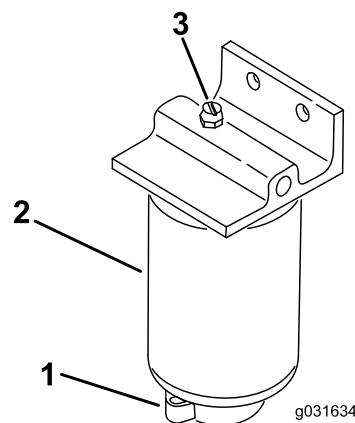

Figura 50
2. Allentate la valvola di spurgo situata nella parte inferiore del filtro (Figura 50).
1. Pulite la superficie circostante i supporti del filtro (Figura 50).